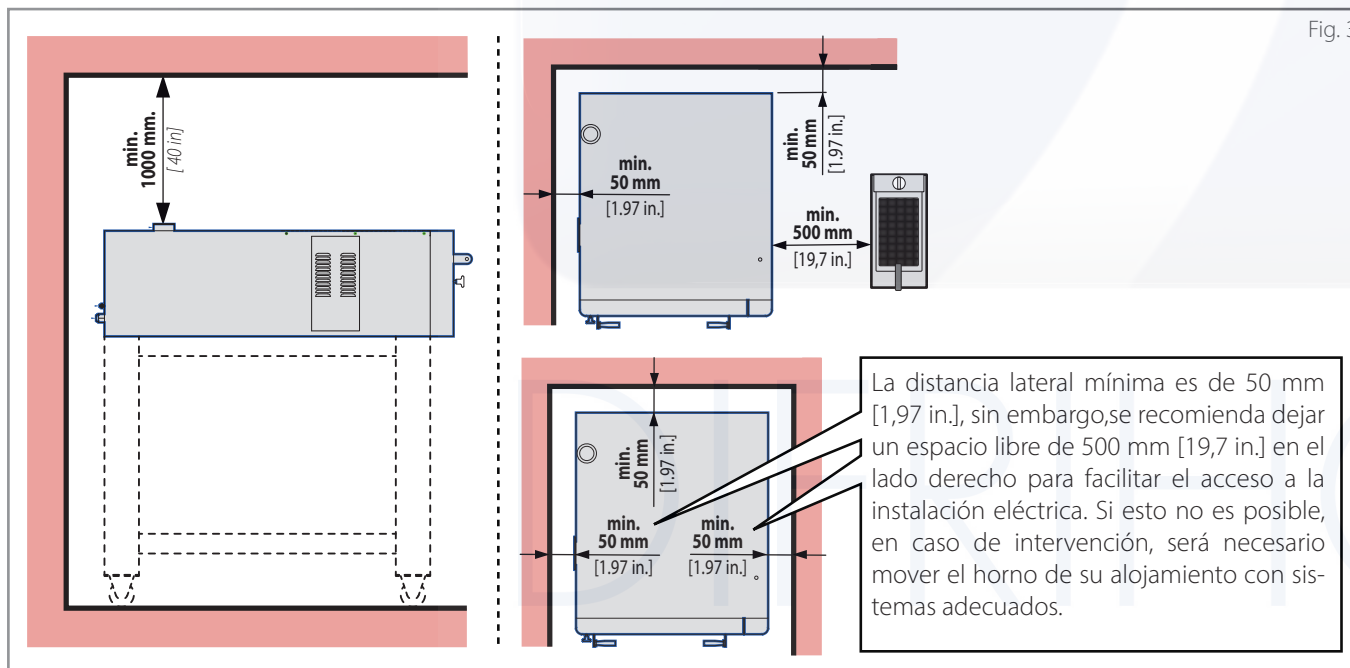

Fig. 3
- las distancias mínimas se puedan mantener escrupulosamente desde el horno respecto a **paredes, otros equipos, objetos y materiales combustibles**. ► **Fig. 3** En caso de cercanía con equipos calientes o fríos, mantener una distancia de **500 mm [19,7 in.]**.